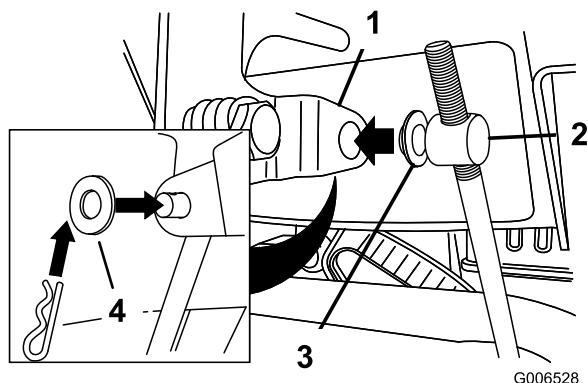

Figure 5
3. Placez une rondelle plate sur le tourillon (Figure 5).
6. Tirez la tige de commande de vitesse et insérez le tourillon dans le trou du levier sélecteur de vitesses (Figure 5).
- B. Retirez le tourillon du sélecteur de vitesses (Figure 5).
- C. Tournez le tourillon vers le bas (sens horaire) sur la tige de commande de vitesse (Figure 5).
- D. Remettez le tourillon sur le sélecteur de vitesses (Figure 5).